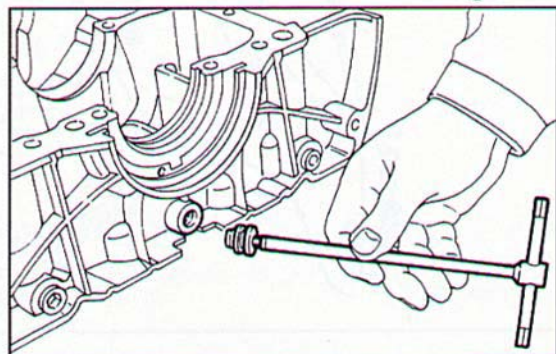

Fig. 99 ▼
- sostituire la rondella e riavvitare il tappo della condotta centrale olio, utilizzando il sigillante Loctite 971 (**Fig. 99**).
- replace the washer and then screw the plug back on the central oil duct, sealing with some Loctite 971 (**Fig. 99**).